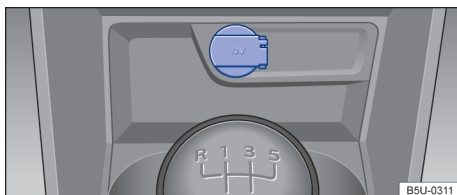

Fig. 104 En la consola central delantera: toma de corriente de 12 V.
- En la consola central delantera → **fig. 104**.